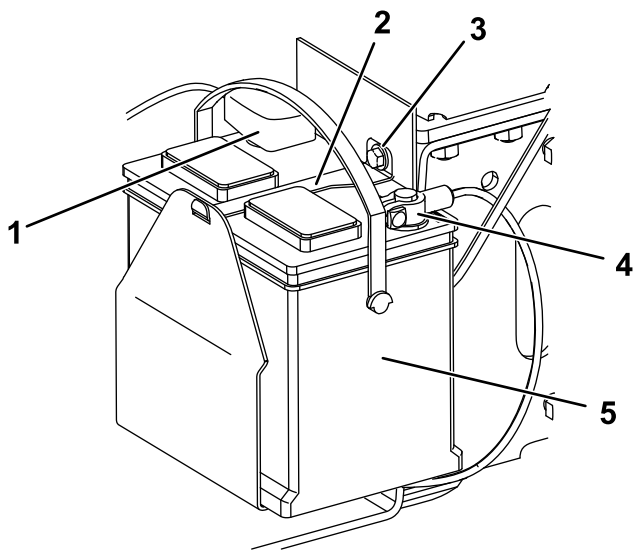

Figure 38
1. Boulon (3)
5. Enlevez le boulon, la rondelle et la barre de fixation de la batterie (Figure 38).
6. Débranchez le câble négatif (noir) de mise à la masse de la borne de la batterie (Figure 38). Conservez les fixations.
8. Débranchez le câble positif (rouge) de la borne de la batterie (Figure 38). Conservez les fixations.
1. Branchez le câble positif (rouge) de la batterie à la borne positive (rouge) au moyen des fixations retirées précédemment (Figure 38).
3. Branchez le câble négatif de la batterie à la borne négative (noir) au moyen des fixations retirées précédemment (Figure 38).
4. Fixez la batterie au moyen de la barre, du boulon et de la rondelle (Figure 38).